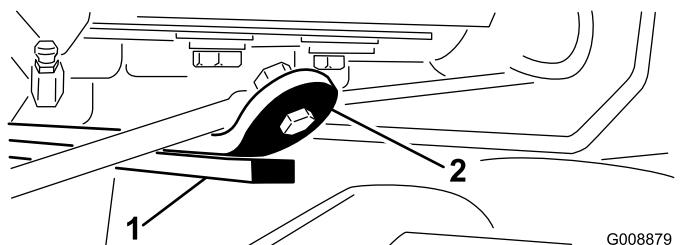

Figura 14
3. Avviate il motore, sollevate gli apparati di taglio e verificate che il gioco tra la cinghia di usura sopra la barra di usura dell'apparato di taglio posteriore e la cinghia paracolpi sia di 0,51-2,54 mm (Figura 14).